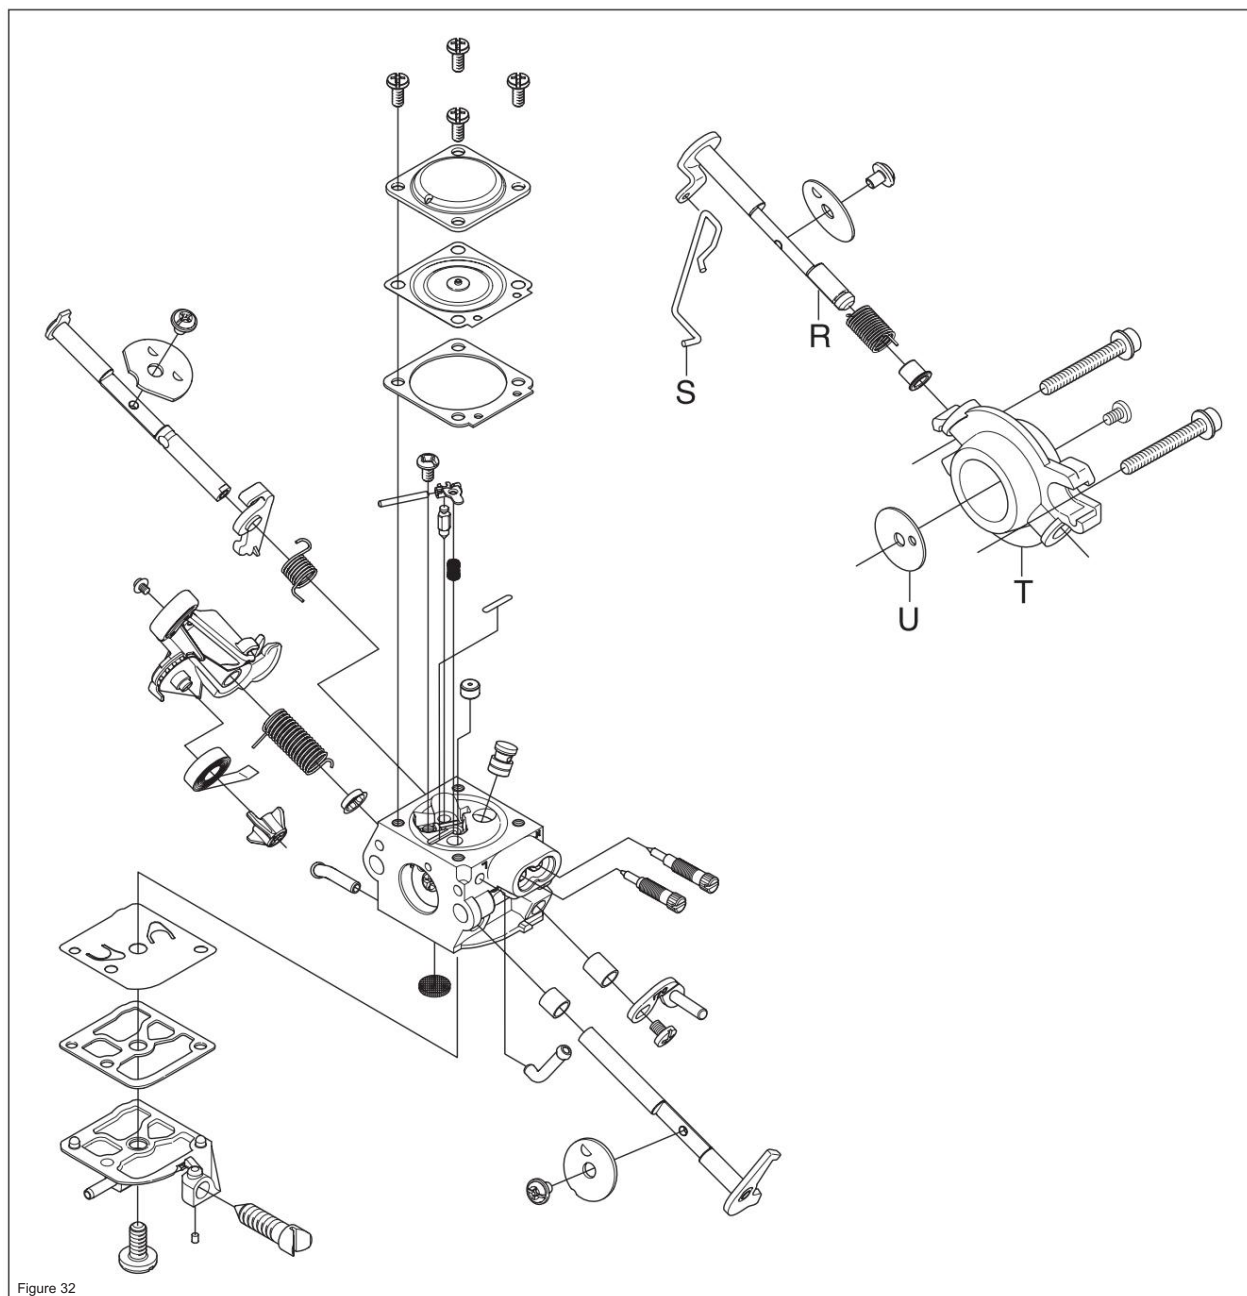

Figure 32
8. Montez le papillon des gaz (U) sur l'arbre (R). Monter le levier (S) sur l'arbre (R) parallèlement au papillon ordinaire. Le boîtier de vanne (T) est fixé dans la bride d'air à l'aide de deux vis. (voir figure 32)